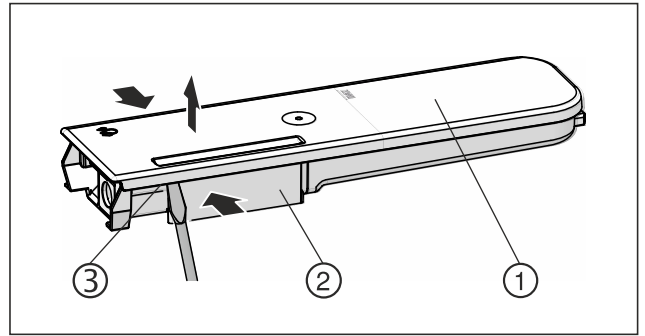

Fig. 135
- Suruge veemahuti Fig. 135 (2) kokku ja kangu-tage kaas Fig. 135 (1) ettevaatlikult üle fiksaatorni-nade Fig. 135 (3) ning tõmmake üles.
- Liigutage kaant Fig. 135 (1) veidi edasi-tagasi ja võtke ülespoole välja.